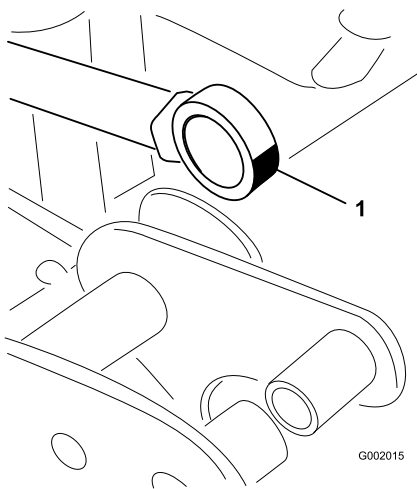

图37
5. 操纵提升器杆轴承端、将润滑脂涂在轴承中（图37）。擦掉多余的润滑脂。